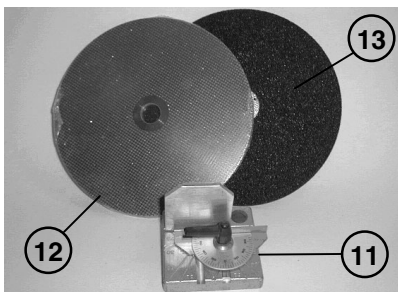

Fig. 3
Il piattello e relativi accessori presenti nel kit (11 di Fig. 3) hanno lo scopo di permettere l'esecuzione di squadrature sia in orizzontale che in verticale.
In Fig. 3 si vedono i dischi diamantato (12) e grana fine (13)